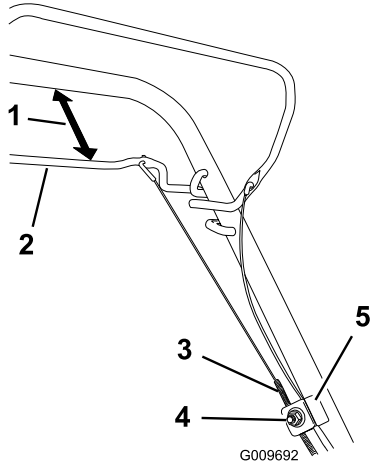

Figura 21
1. Afloje la tuerca del soporte del cable (Figura 21).
2. Sujete la barra de la transmisión autopropulsada a una distancia de 25 mm – 38 mm (1" – 1½") del manillar (Figura 21).
3. Tire hacia abajo de la cubierta del cable (hacia la máquina) hasta eliminar la holgura del cable (Figura 21).